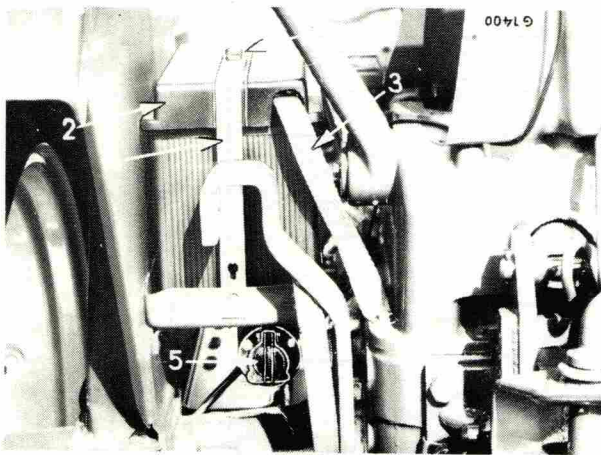

Fig. 89
Pour déposer la batterie, desserrer la bride (1, Fig. 89) et ôter les sangles (4) et le couvercle de batterie (2). Débrancher d'abord le câble de masse (3), puis le câble positif. La batterie peut alors être enlevée. Lors du remontage de la batterie, branchez tout d'abord le câble positif (+) à la borne positive (+) et ensuite le câble positif (-) à la borne négative (-).